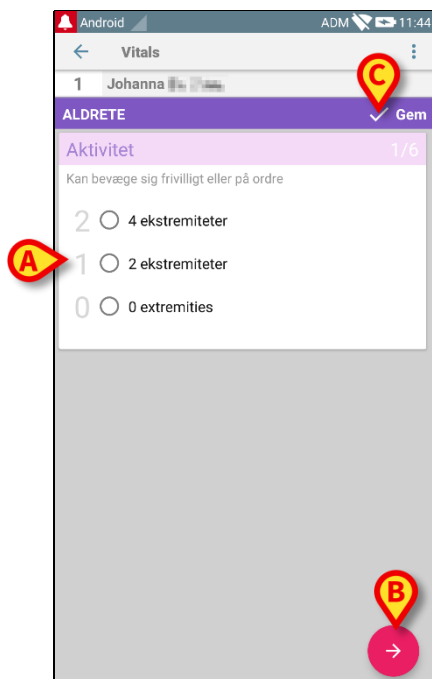
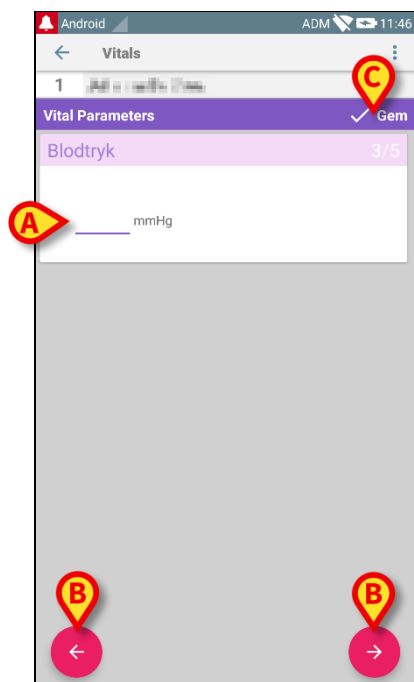

Fig. 66
Fig. 67
BEMÆRK: Indholdet af skærmen til dataindtastning varierer afhængigt af den valgte type af datasæt. Se et eksempel i Fig. 66.
Se et andet eksempel i Fig. 67.
- Indtast den/de nødvendige værdi/er på hver skærm (Fig. 66 **A** og Fig. 67 **A**).
- Flyt til næste/forrige skærm ved hjælp af pilene i Fig. 66 **B** og Fig. 67 **B**.
- Berør **Gem** for at lagre datasættet, når alle (relevante/kendte) værdier er blevet specificeret (Fig. 66 **C** og Fig. 67 **C**). **Slet** funktionen lukker skærmen til dataindtastning.